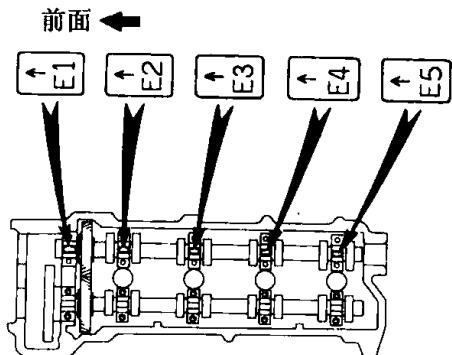
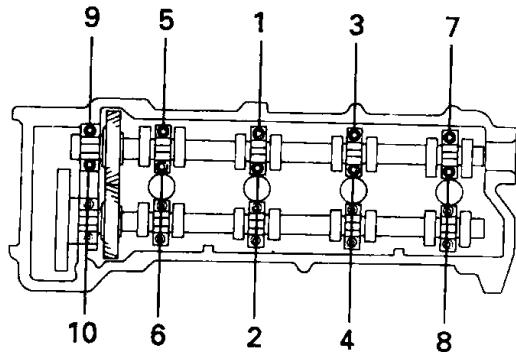

图 1-1-14 安装排气凸轮轴轴承盖
图 1-1-15 拧紧排气凸轮轴轴承盖螺栓
⑥见图 1-1-14, 把“E1、E2、E3、E4、E5”轴承盖装配至正确位置, 并按图 1-1-15 所示编号顺序拧紧螺栓。